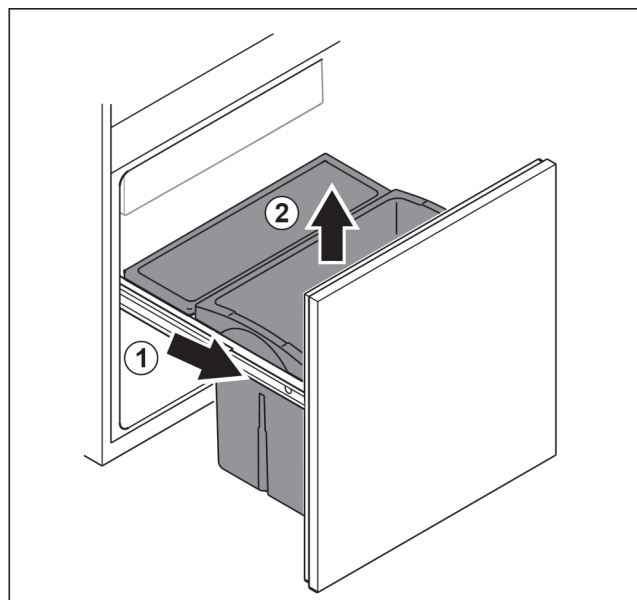

Fig. 101
- ▶ Vytáhněte vysouvací vozík až na doraz. Fig. 101 (1)
- ▶ Vyjměte zásuvku nahoru. Fig. 101 (2)